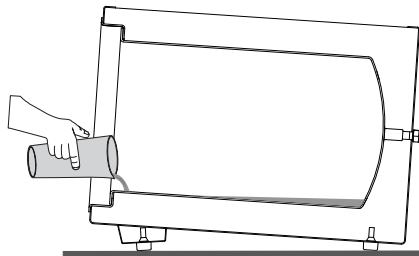

Fig. 15
- 3► Com o copo dosador, coloque a quantidade correta de água destilada diretamente na câmara antes de iniciar cada ciclo de esterilização (fig. 15) de acordo com a tabela abaixo;